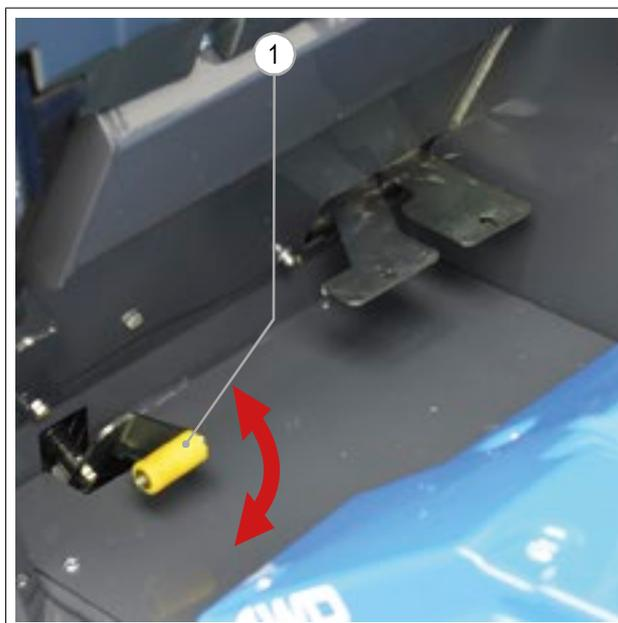

РИС. 22
- 2) Работая с педалью контроля гидравлического потока (РИС. 22 -Сс. 1) нажмите на неё и поднимите вверх.
- 6) переместите педаль управления гидравлическим потоком в положение "центр" (РИС.22 - Сс. 1)